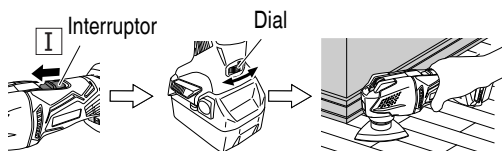

Fig. 11
1. Encienda la unidad y utilice el dial para ajustar la velocidad de la herramienta de aplicación. (Fig. 11)
2. Coloque con suavidad la herramienta de aplicación sobre el material y mueva la herramienta de aplicación hacia detrás y hacia delante a un ritmo en el que el movimiento no sea ralentizado. (Fig. 11)